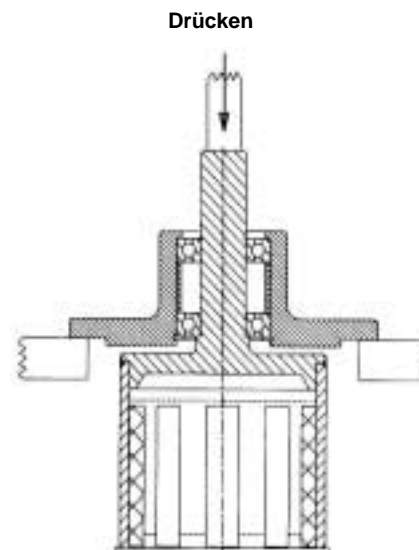

Abbildung 13
2. Entfernen Sie den externen Haltering von der Welle, Stellen Sie die Einheit in die Presse, und drücken Sie die Welle, wie in **Abbildung 13** dargestellt, heraus. Unterstützen Sie das äußere Ende des Magneten, so daß es nicht herausfällt und beschädigt wird.